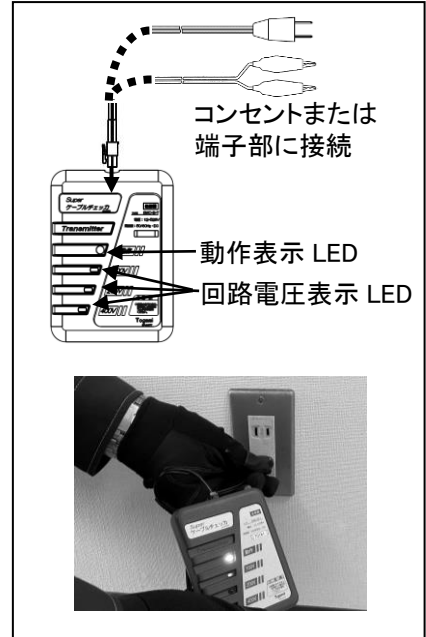

図5 送信器の接続
- 送信器を電圧チェックしたいコンセントまたは端子部に100Vプラグ付コードまたはクリップ付コードで接続してください。このとき動作表示LEDと回路電圧表示LEDが点滅します。(図5)